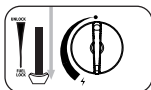
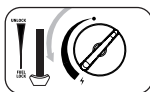

Fig. 3
Fig. 4
4. Appuyez sur le levier de la cartouche (1) vers le bas (fig. 3) et fermez le couvercle de la cartouche.
5. Si vous entendez un sifflement, la cartouche n'est pas correctement installée. N'essayez pas d'allumer l'appareil, mais déplacez le levier (6) sur la position « UNLOCK » et répétez les étapes 1 à 4.
6. Tournez complètement la molette (8) en position marche jusqu'à ce qu'elle s'enclenche (fig. 4). Répétez cette action jusqu'à ce que le brûleur s'allume.